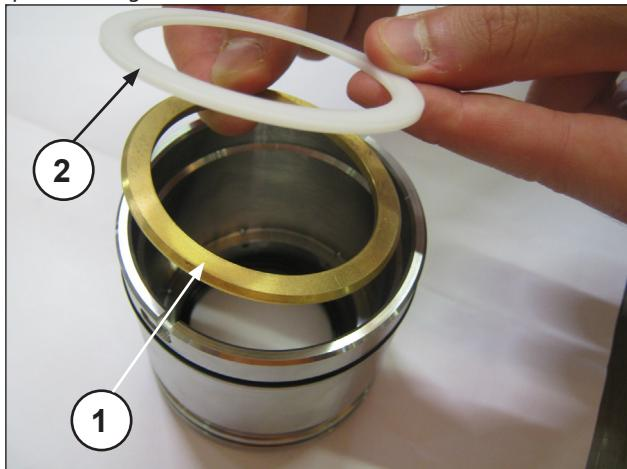

Fig. 166
Montar la anilla de soporte y la anilla antiextrusión (pos. ①②, Fig. 166), las tres arandelas de prensaestopas de manera que las incisiones se encuentren a 120° entre sí (pos. ①, Fig. 167), el retén de las arandelas de prensaestopas y la anilla del muelle (pos. ①②, Fig. 168).